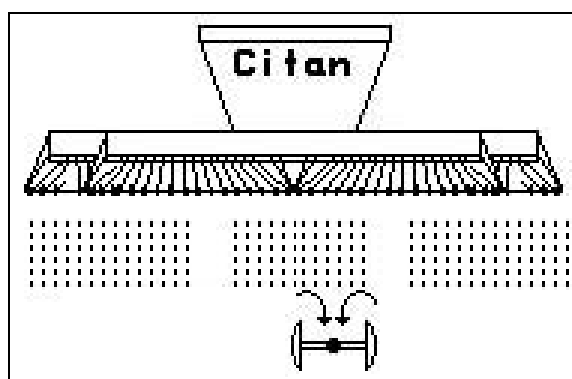

Fig. 56
1.  Komplette Einklappung vorwählen (Fig. 56).